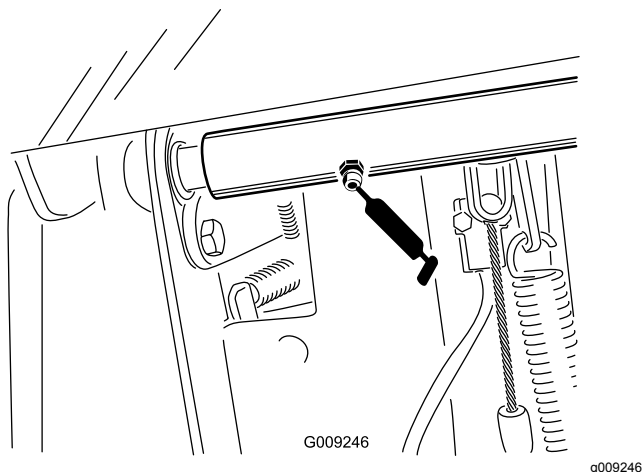

Figura 58
- Dois rolamentos do eixo da articulação do pedal do travão (Figura 58)